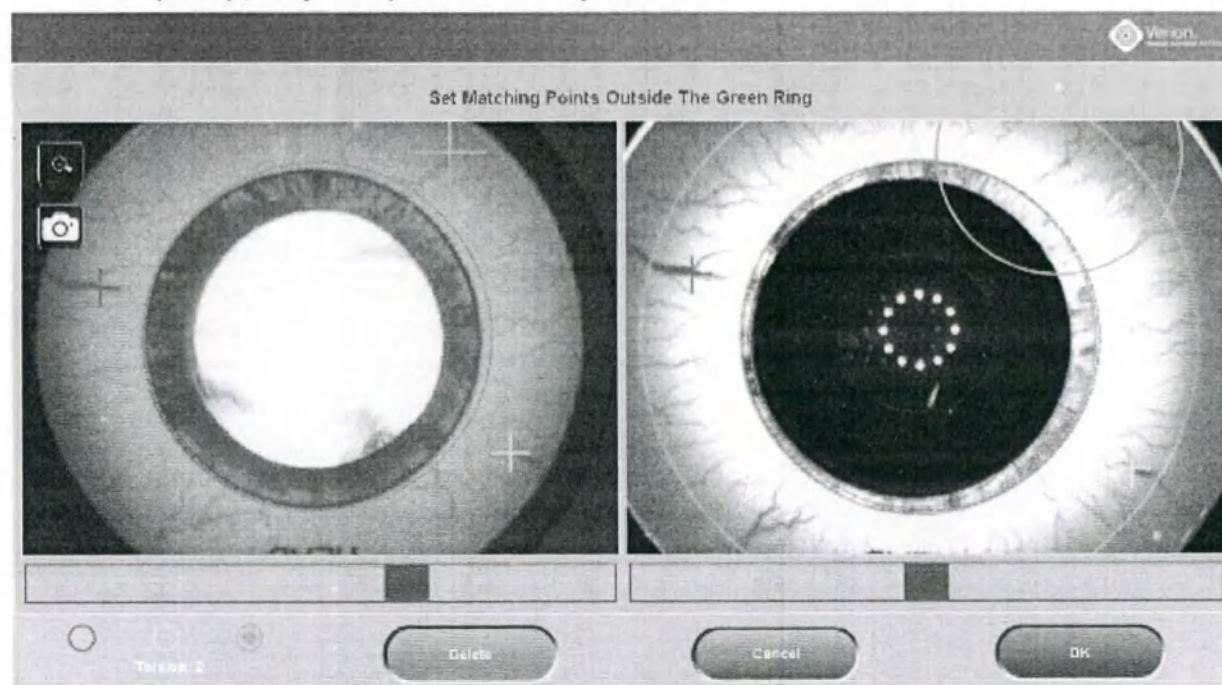

Рисунок 96. Параллельный режим, отмечены два ориентира из трех
- Доступны желтый, фиолетовый и голубой крестики, чтобы на обеих сторонах можно было отметить до трех ориентиров. Активная метка, т. е. пара крестиков, установленных последними или выбранных вручную, больше остальных, как, например, голубой крестик на Рисунок 96.